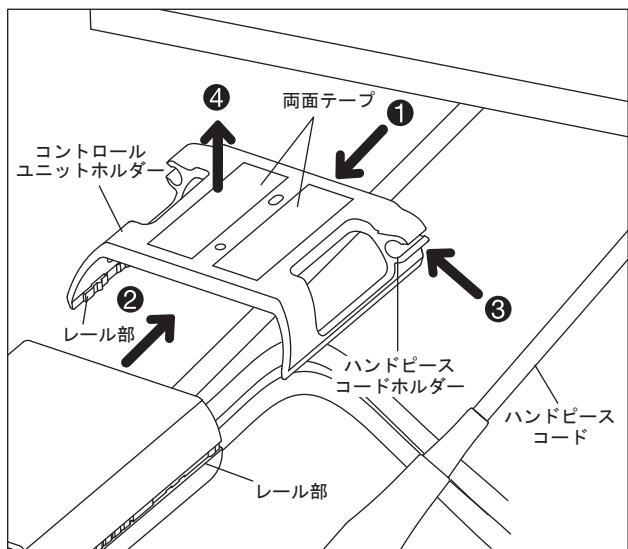

図 4
3-5 コントロールユニットホルダーの取り付け (図 4)
- 1) 両面テープをコントロールユニットホルダーの平らな面(図 4 参照)に貼り付けます。(①)
- 2) コントロールユニットとホルダーのレール部をあわせ、本体をホルダーに取り付けます。(②)